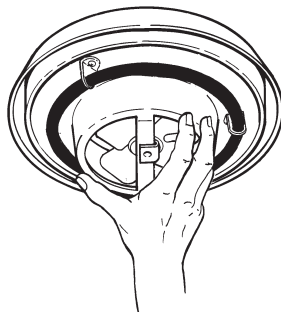

FIG. 8
Tighten two (2) electrical box screws. (FIG. 8)
Apriete dos (2) tornillos de la caja eléctrica. (FIG. 8)